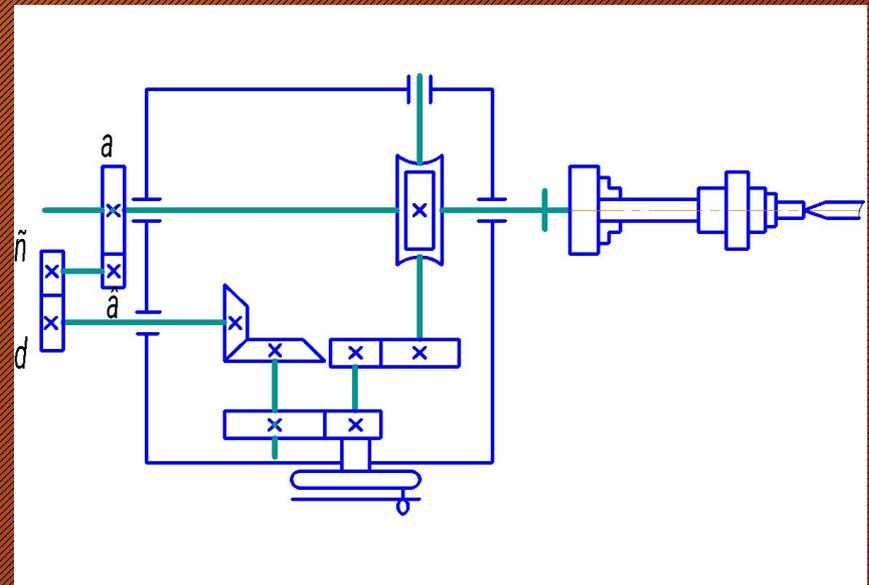

Рисунок 2 - Схема наладки дифференциального деления
■ Рисунок 2 - Кинематическая схема 16К20